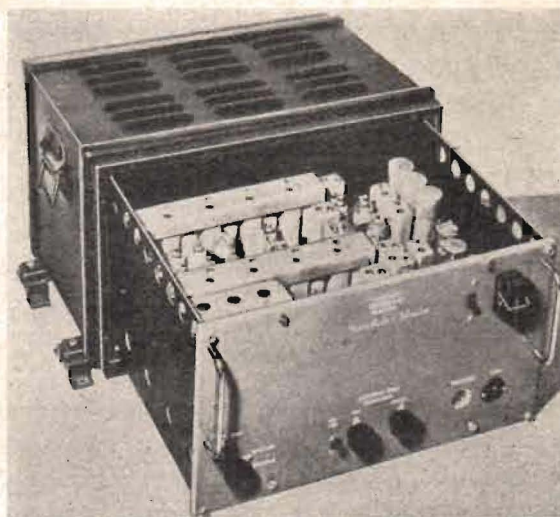

Fig. 4. Decca-mottagare för större fartyg. Den är avsedd för anslutning till 230 V, 50 per. växelspanning.
Fig. 4. (A) Stabiliteten uttryckt som procent av bärvågsfrekvensen, varav framgår att en stabilitet på ± 10 kp/s, som är lämplig att användas som standard för ett FM-system arbetande på 1 000 Mp/s, skulle vara svår för att icke säga omöjlig att uppnå hos en televisionssändare arbetande på samma frekvens men med långt större bandvidd. (B) Stabiliteten uttryckt som procent av bandvidden.
I fig. 4 visas överst till vänster en televisionskanal med en bredd av 5 Mp/s vid en bärfrekvens av 1 000 Mp/s och med en frekvensstabilitet — enligt den förra definitionen — av $\pm 0,001$ % eller ± 10 kp/s. Bredvid är den 200 kp/s breda FM-kanalen uppritad i samma skala och med samma frekvensstabilitet. Själva frekvensvariationen, det streckade frekvensavsnittet, har överdrivits i figuren, då den annars skulle synas endast som ett tunt streck. I undre figuren t. v. är frekvensstabiliteten för televisionskanalen mätt i procent av bandvidden, och den blir då istället 250 kp/s, vilket är ett rimligare värde vid denna bandbredd.
Mottagaren har en enkeltrådig antenn kopplad till tre kanaler, avstämda till sändarnas frekvenser. Genom frekvensmultiplikatorn efter förstärkning erhållas frekvenserna 340 och 255 kp/s. ($3 \times 113,3$ och 4×85 resp. 3×85 och $2 \times 127,5$ kp/s.) Dessa frekvenser få sedan via diskriminatorer påverka två fasmätare, en för vardera sändarkombinationen. Genom frekvensmultiplikationen i mottagaren erhålles samma resultat som om sändarna A och B sände på 340 kp/s och A och C på 255 kp/s. Fasmätarna, som ha skalor i färg svarande mot resp. kurvor (se fig. 3), äro försedda med ett slags räkneverk, som anger mellan vilka av två kurvor mottagaren befinner sig, under det att en visare anger antalet 100-delar av avståndet mellan dessa kurvor. Mottagarutrustningens vikt uppgår till ca 35 kg. (se fig. 4). Bärbara mottagare och mottagare för flygplan med endast 13 kg vikt ha även tillverkats (se fig. 5).